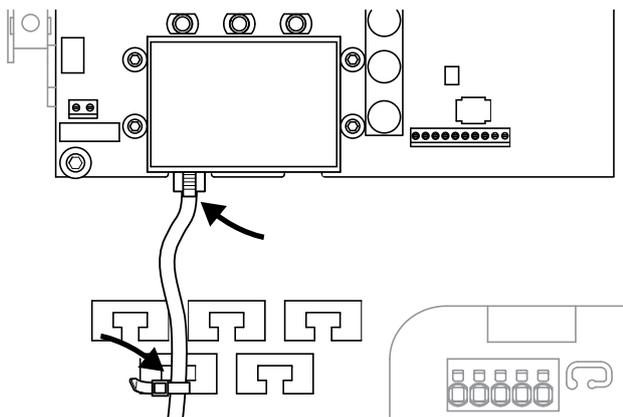

Fig. 35: Fijación del cable en el soporte de cable
1. Fijar todos los cables con una brida para cables al soporte de cable conforme a la normativa.  **Fig. 35**